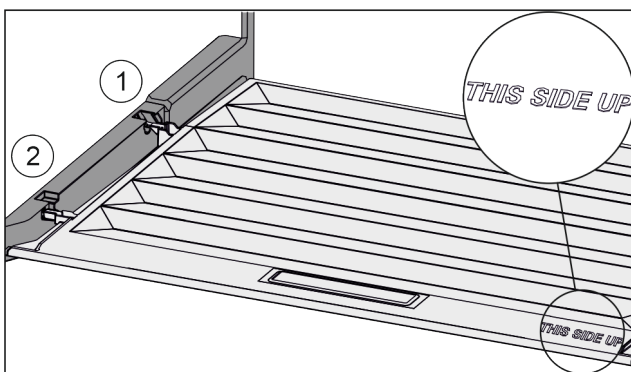

Fig. 86
- ▶ Introduzca los nervios de la tapa por la abertura del soporte trasero Fig. 86 (1) y encájelos por delante en el soporte Fig. 86 (2).